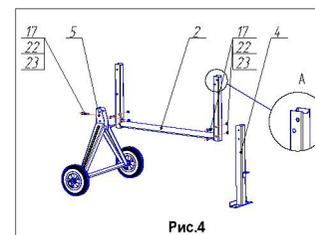

Рис.4
Если замена подшипников не требуется, то необходимо сориентировать шпоночный паз на шестерне и валу, запрессовать шестерню поз.2 на вал поз.1 и повторить переходы в обратном порядке (рис.4) Если требуется еще и замена подшипников, то предварительно необходимо снять шпонку поз.15. Используя щипцы для установки стопорных колец вынуть стопорное кольцо поз.15. Используя оправку, выпрессовать вал в сборе с подшипниками со стороны присоединения привода. Снять подшипники поз.13 с вала. Заменить подшипники. Сборку производить в обратной последовательности. Проверить вращение шестерни.
9.2 Установить рамку нижнюю поз.4 в сборе снаружи трубы рамы поз.2, совместить отверстия установить в них три болта поз.17. Обратите внимание на расположение отверстий на увеличенном виде А. С другой стороны установить шайбы поз.23 завернуть гайки поз.22. С другой стороны установить стойку поз.4, совместить отверстия установить в них болты поз.17, шайбы поз.23 завернуть гайки поз.22. Схема сборки представлена на рис.4.